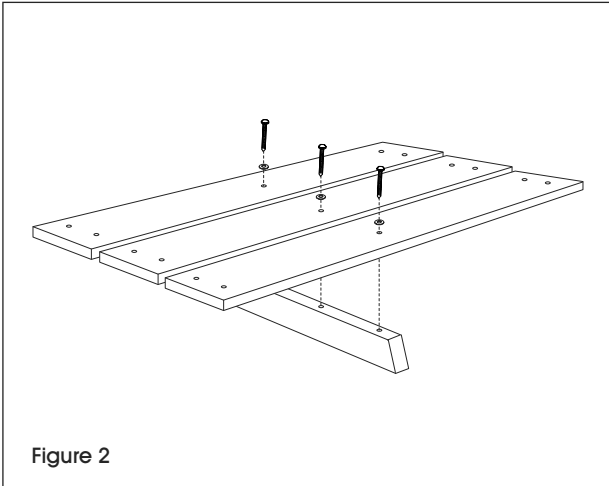

Figure 2
- Alignez les trous prépercés centraux des planches de table sur le support de dessus de table (angles différents). Fixez les tire-fonds de 3 1/2 po et les rondelles en utilisant la perceuse et la douille tournevis de 7/16 po. (Voir Figure 2)